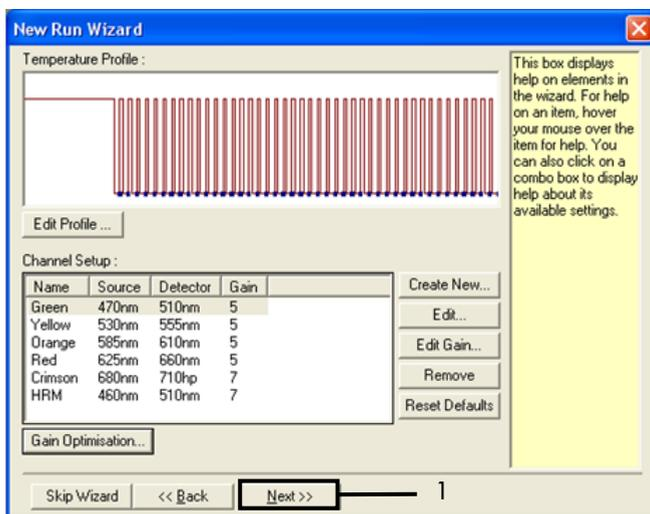

Abbildung 32. „Next“ (Weiter) (1).
15. Klicken Sie auf Next (Weiter) (Abbildung 32). Klicken Sie auf Save Template (Vorlage speichern), um die Vorlage für das *therascreen* EGFR RGQ PCR Kit (*.ret-Datei) am gewünschten Speicherort zu speichern.